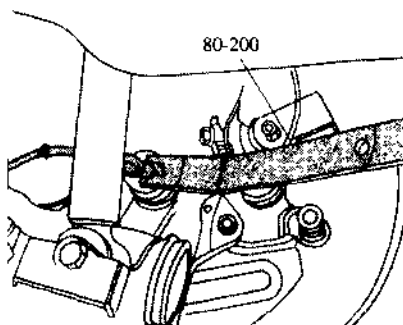

图 7.38 从车轮轴承总成上撬出转速传感器
- ⑤ 拆下转速传感器卡夹。
- ⑥ 如图 7.38 所示, 用专用工具 80-200 从车轮轴承总成上撬出转速传感器。
- (2) 安装转速传感器。
- ① 举升轿车。
- ② 如图 7.38 所示, 用专用工具 80-200 从车轮轴承总成中撬出转速传感器。
- ③ 通过车轮轴承壳体上的孔, 检查转子是否脏污或损坏。
- ④ 如果转子损坏或脏污, 将其与车轮轴承总成一同更换。
- ⑤ 安装 ABS 转速传感器。
- ⑥ 注意安装位置。
- (4) 拆卸转子 (前轮驱动车型)。